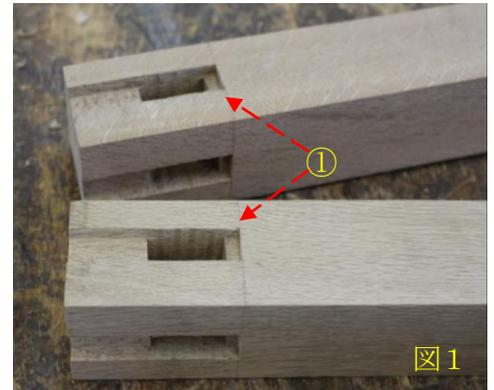

図1
3点目は、脚の枠のつなぎ方である。脚と外側の幕板は組み手でつなぎ(図1-①)、内部の幕板は2枚ホゾ(図3-②)でつないでいる。内部の幕板には、ナラ材の凸パーツ(図3-③)で引き出しの溝が取り付けられている。極力金具を使わずに、木で作ることを重視した。